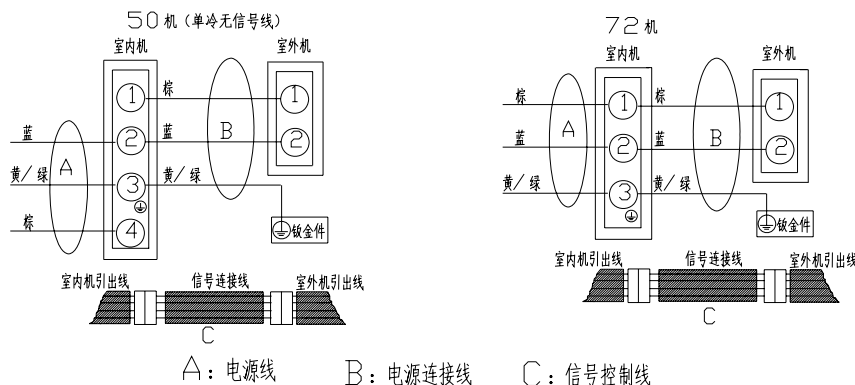

图 15
6. 图 15 若有不详尽之处，请按空调器上的接线图正确连接。